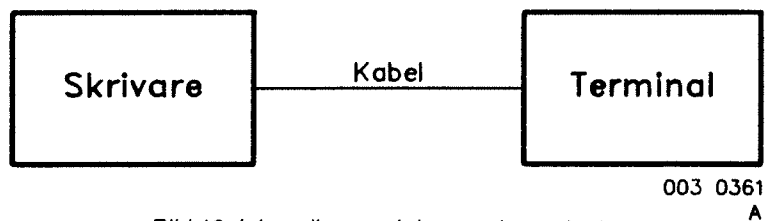

Bild 19. Inkoppling av skrivare och terminal
5.8.6 Koppla skrivaren och terminalen enligt bild 19.